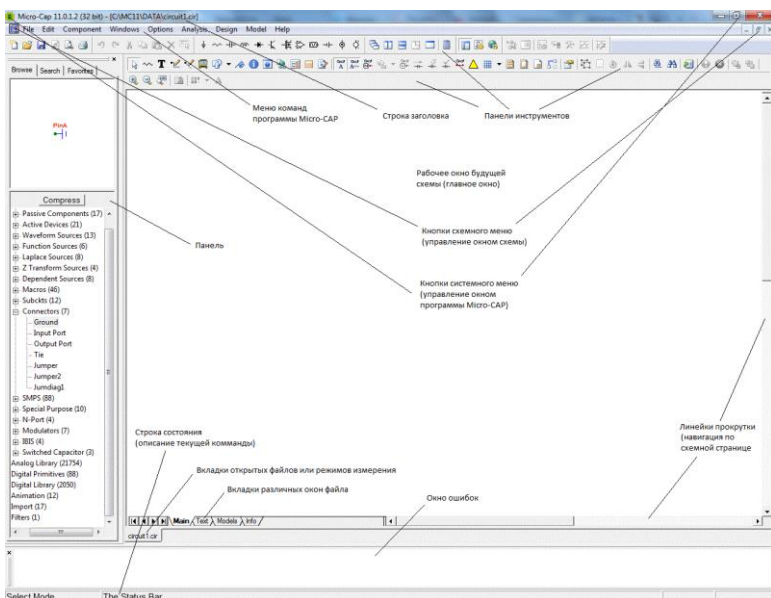

Рис. 1.1. Окно программы Micro-CAP
В интегрированном пакете Micro-CAP (MC) используется бландартный многооконный интерфейс с ниспадающими и разворачивающимися меню. После запуска программы экран монитора имеет вид, представленный на рис. 1.1.